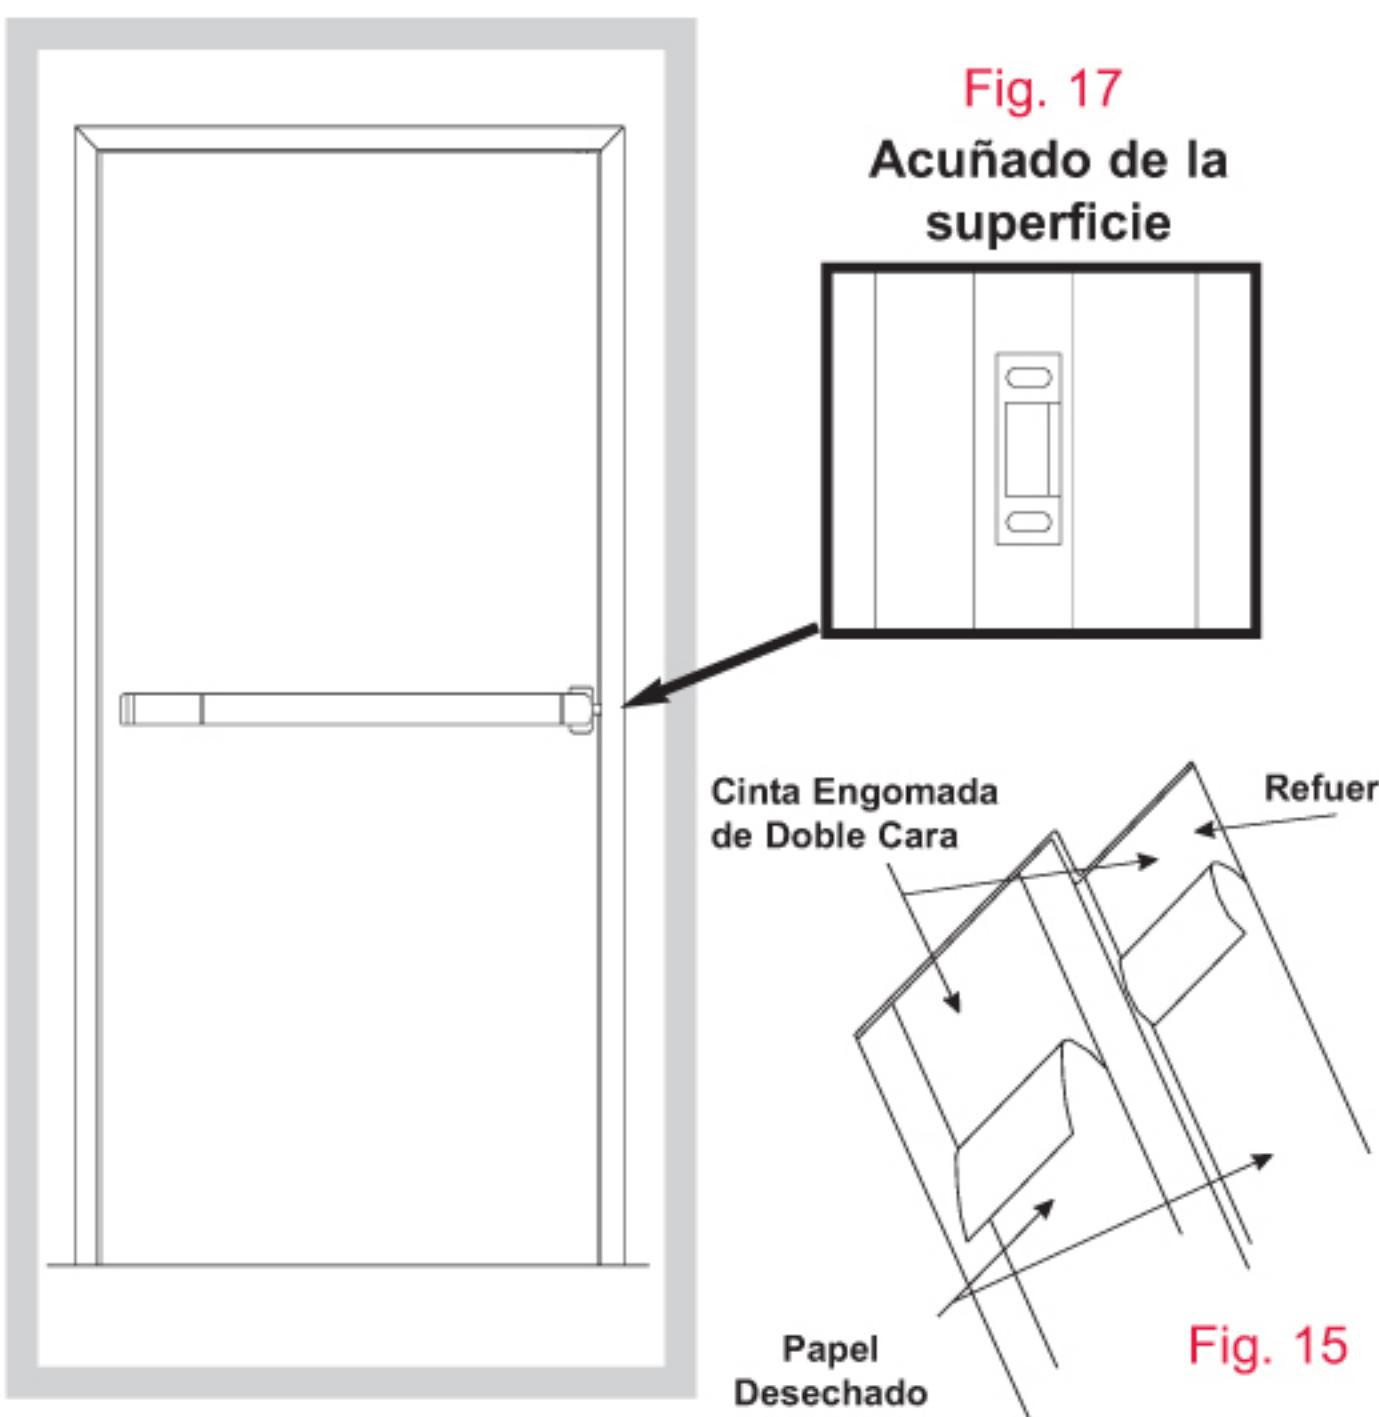
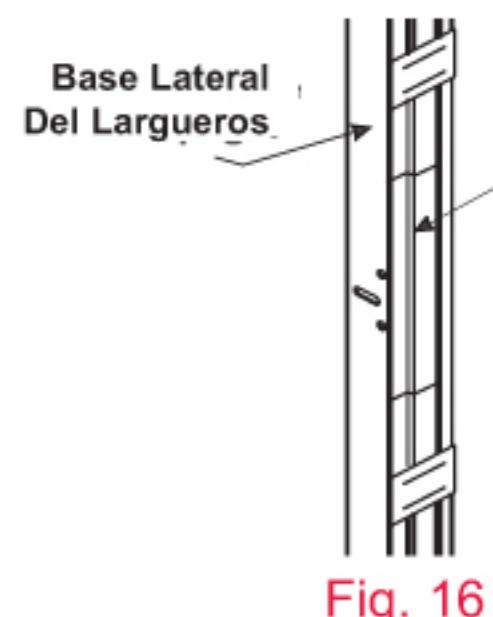

Fig. 15
Fig. 16
- 2 Remueva el papel de la cinta adhesiva en dos pedazos (Fig. 15) y presione en posición para asegurar la manga al marco (Fig 16).